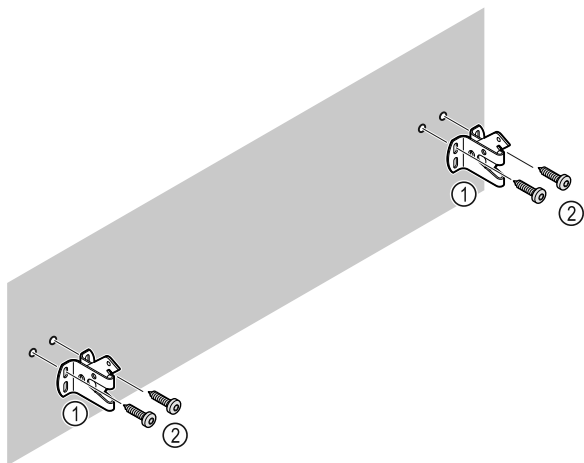

Fig. 10
Podle materiálu stěny (dřevo, beton) použijte vhodný upevňovací materiál (např. hmoždinky) a dostatek upevňovacích bodů Fig. 10 (2).
- Upevněte pojistné háčky. Fig. 10 (1)